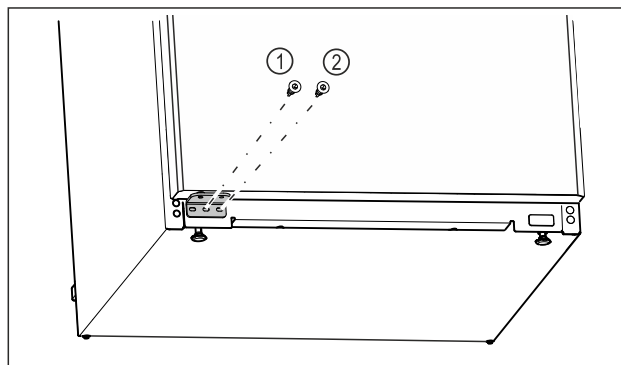

Fig. 18
- ▶ Przykręcić środkową śrubę płytki zawiasu Fig. 18 (1) śrubokrętem Torx 20.
- ▶ Przykręcić wewnętrzną śrubę płytki zawiasu Fig. 18 (2) śrubokrętem Torx 20.